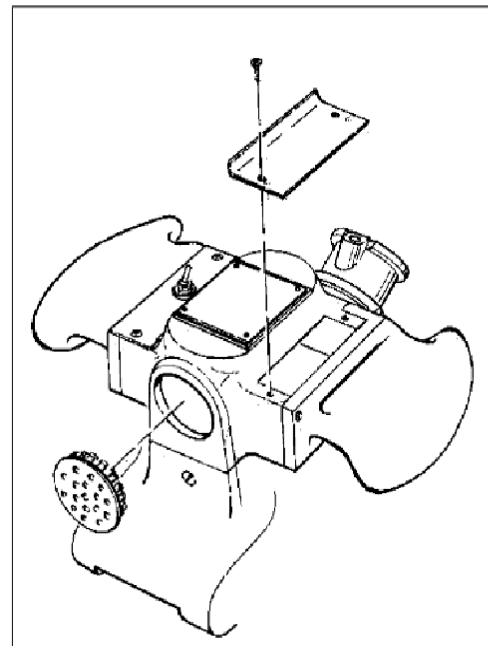
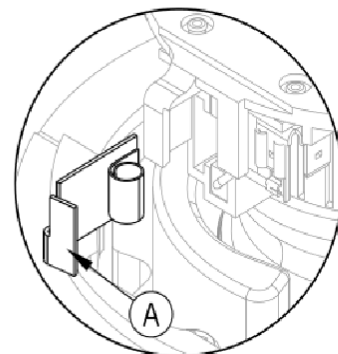

Figure 7
Figure 8
Examiner les quatre balais tous les 6 mois ou toutes les 250 heures. L'accès aux balais s'effectue par les bouchons d'aération avant et arrière du moteur et sous les deux capots du moteur (Figure 7). Appuyer sur la patte (A) située sur l'attache à ressort, tourner puis déposer (Figure 8). Utiliser une pince à bec effilé pour débrancher le fil de dérivation. Si l'un des balais est usé sur une longueur d'un centimètre ou moins, remplacer tout le jeu..